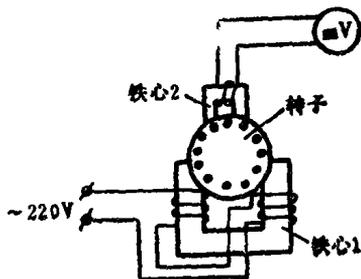

图 2
63. 图 2 是用断笼侦察器检查笼型转子断笼情况, 当铁心 2 沿转子移动, 如果转子断笼, 则毫伏表读数\_\_\_\_\_。